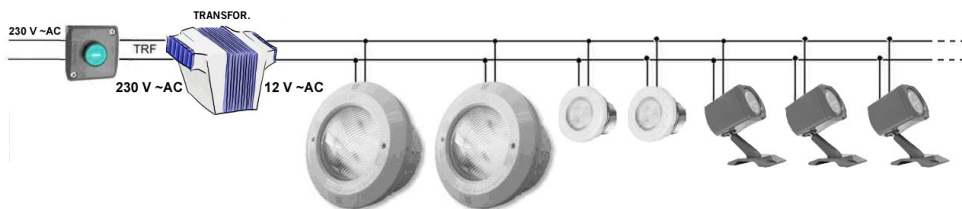
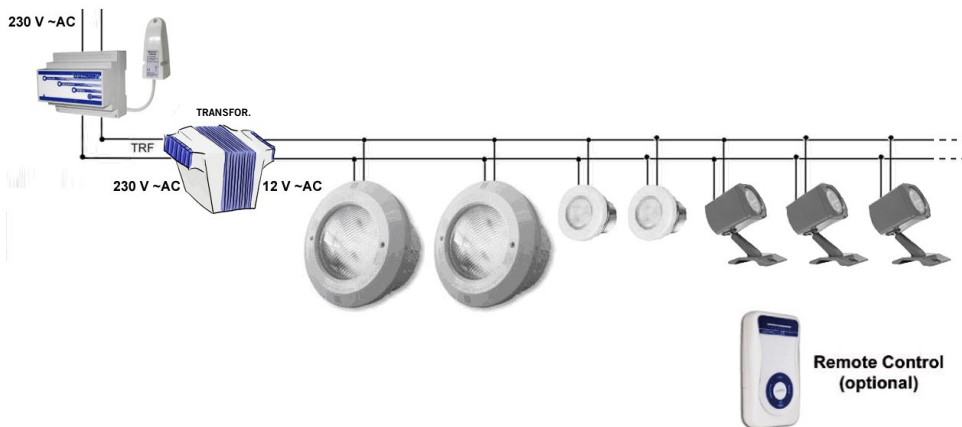

Fig. 1
Fig. 2
2.2. Colorplus TOP: Steuerung über den Modulator (sehen Sie Abbildung 2 auf Seite 14)
Für die Konfigurationen ECO (Fig. 1) oder TOP (Fig. 2) werden so als ob es sich um einen weiteren Scheinwerfer LumiPlus handelt.
Tanto no caso de uma configuração ECO (Fig. 1) como de uma configuração TOP (Fig. 2), dever-se-á efetuar a como si se tratasse de mais um foco Color plus.